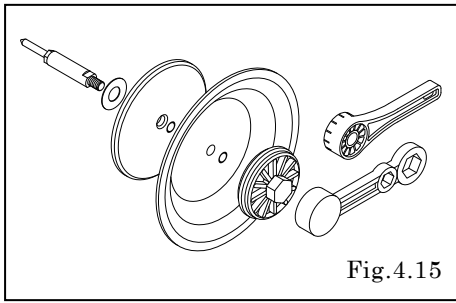

Fig.4.15
- ・ネジロック剤を塗布し、専用工具（部品番号 771244：AD-25P□、VT）または専用工具（部品番号 771868：AD-40P□、AD-50P□）を使用してセンターディスクを締め付ける。 [Fig.4.15]